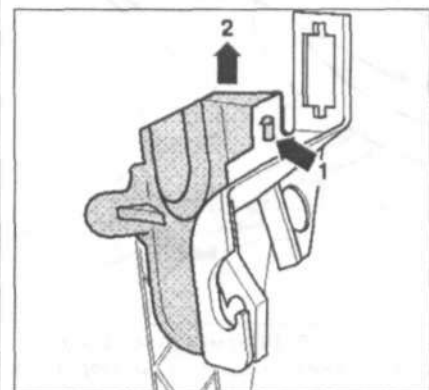

Рис. 8.4. Снимите крышку для педали сцепления с опорного кронштейна (стрелки 1 и 2).
6. Снимите крышку для педали сцепления с опорного кронштейна (стрелки 1 и 2) (рис. 8.4).
13. Снимите крышку для педали сцепления с опорного кронштейна (**стрелки 1 и 2**) (рис. 8.4).